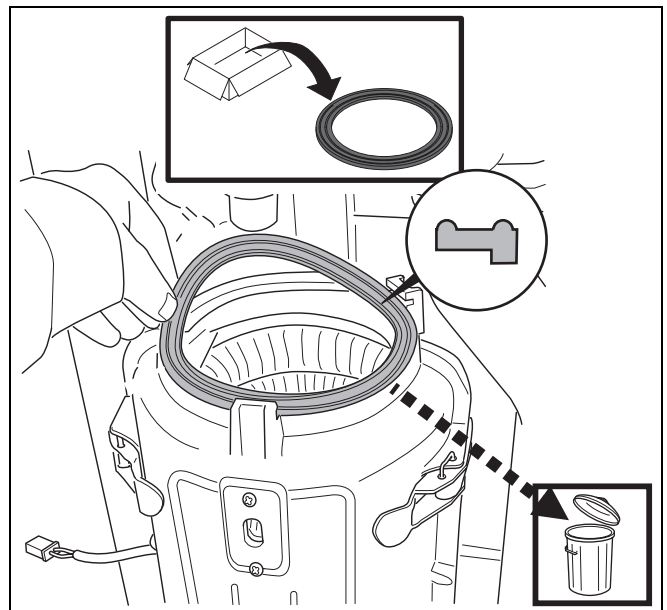

Bild 50 Brennerdichtung austauschen
- Alte Brennerdichtung entfernen (→ Bild 50).